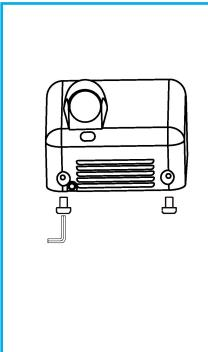

Figura 4
- Recoloque o painel e fixe-o com a chave sextavada para concluir a instalação (ver Figura 4).